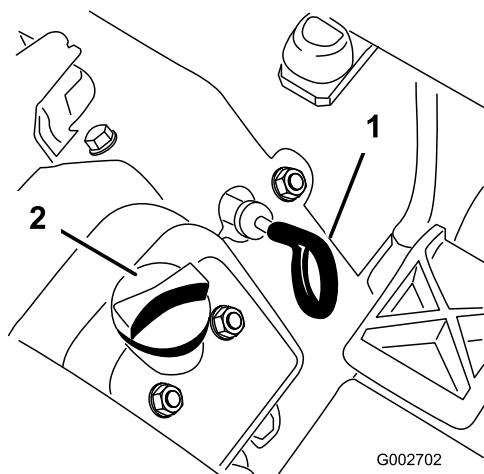

Figure 24
3. Pour éviter de faire tomber des déchets d'herbe, des saletés, etc. dans le moteur, nettoyez la surface autour du bouchon de remplissage d'huile et de la jauge avant de la retirer (Figure 24).
4. Sortez la jauge (Figure 24) et essuyez-la sur un chiffon propre.